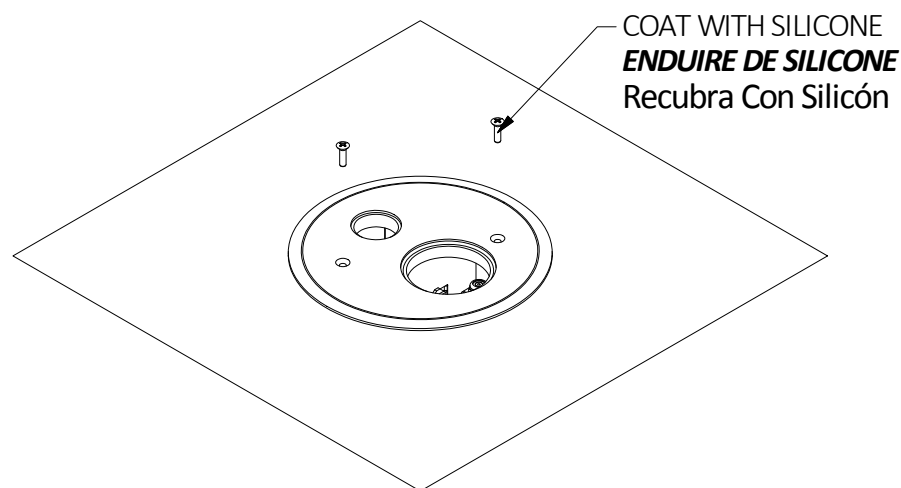

FIG. 2
- 4) Secure the cover to the poke through using the provided (2) #6-32 screws. Coat the screws with electrical type RTV silicone Fig 2. Torque to 6 in.lbs.
4) Fixer le couvercle à la traverse de plancher à l'aide des deux (2) vis n° 6-32 fournies. Enduire les vis de silicone RTV pour applications électriques comme à la Fig. 2. Serrer à un couple de 0,68 Nm.